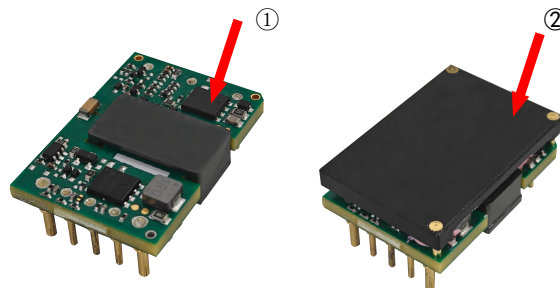

图 5
热元件安装在产品的顶面上, 通过传导、对流和辐射的方式将热量散发到周围环境中, 应提供足够的散热条件以确保产品可靠运行。通过测量图 5 中热测试点①、②的温度可以验证散热条件是否满足。